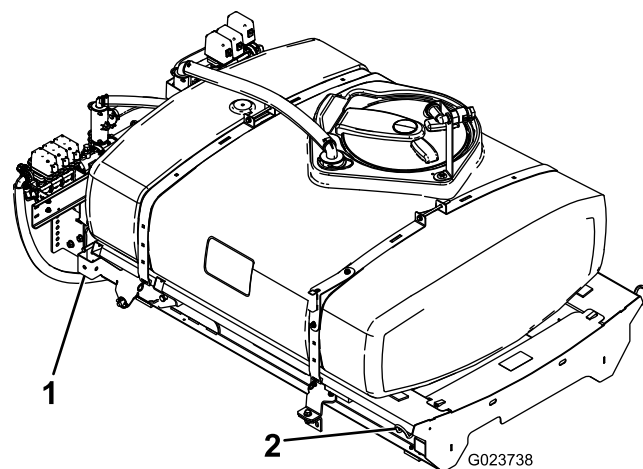

Figura 8
1. Folosind un elevator, ridicați ansamblul rezervor – supapă (Figura 8) i poziționați-l peste cadrul vehiculului, cu ansamblurile pompei i ale supapelor orientate în spate.